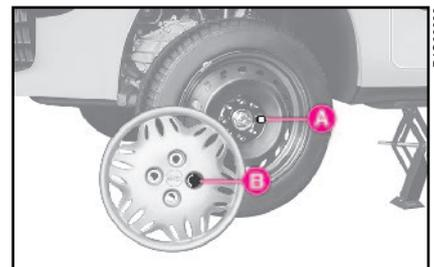

fig. 6
7) Enlever l'enjoliveur de roue après avoir dévissé les trois boulons qui le fixent, et enfin dévisser le quatrième boulon **A-fig. 6** et sortir la roue.
2) Monter la roue normale en introduisant le premier boulon **A-fig. 6** dans le trou opposé à la valve de gonflage.